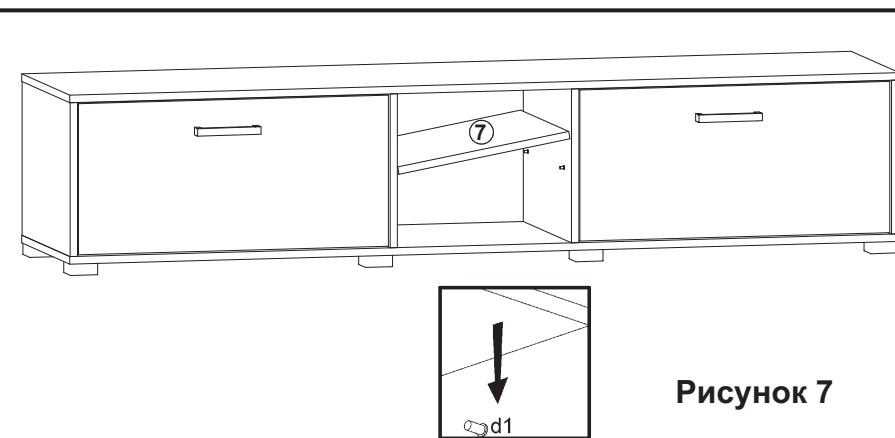

Рисунок 7
- Установить полку переставную **7** на полкодержатели **d1** (см. рис. 7).